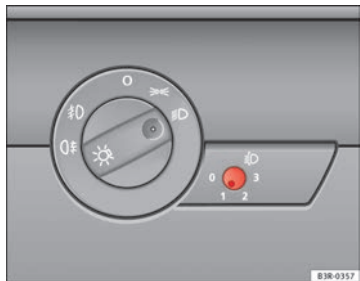

Abb. 88 Leuchtwertenregulierung
- Tippen Sie den Knopf  => Abb. 88 an, um ihn aus seiner Einstellposition auszurasen.